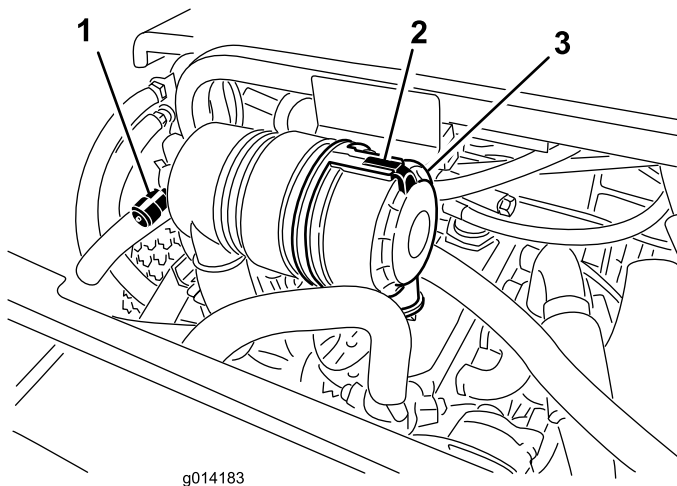

Figura 25
Revise el filtro del limpiador de aire únicamente cuando el indicador de mantenimiento (Figura 25) lo requiera. El cambiar el filtro antes de que sea necesario sólo aumenta la posibilidad de que entre suciedad en el motor al retirar el filtro.
1. Abra los enganches que sujetan la tapa del limpiador de aire a la carcasa del limpiador de aire (Figura 25).